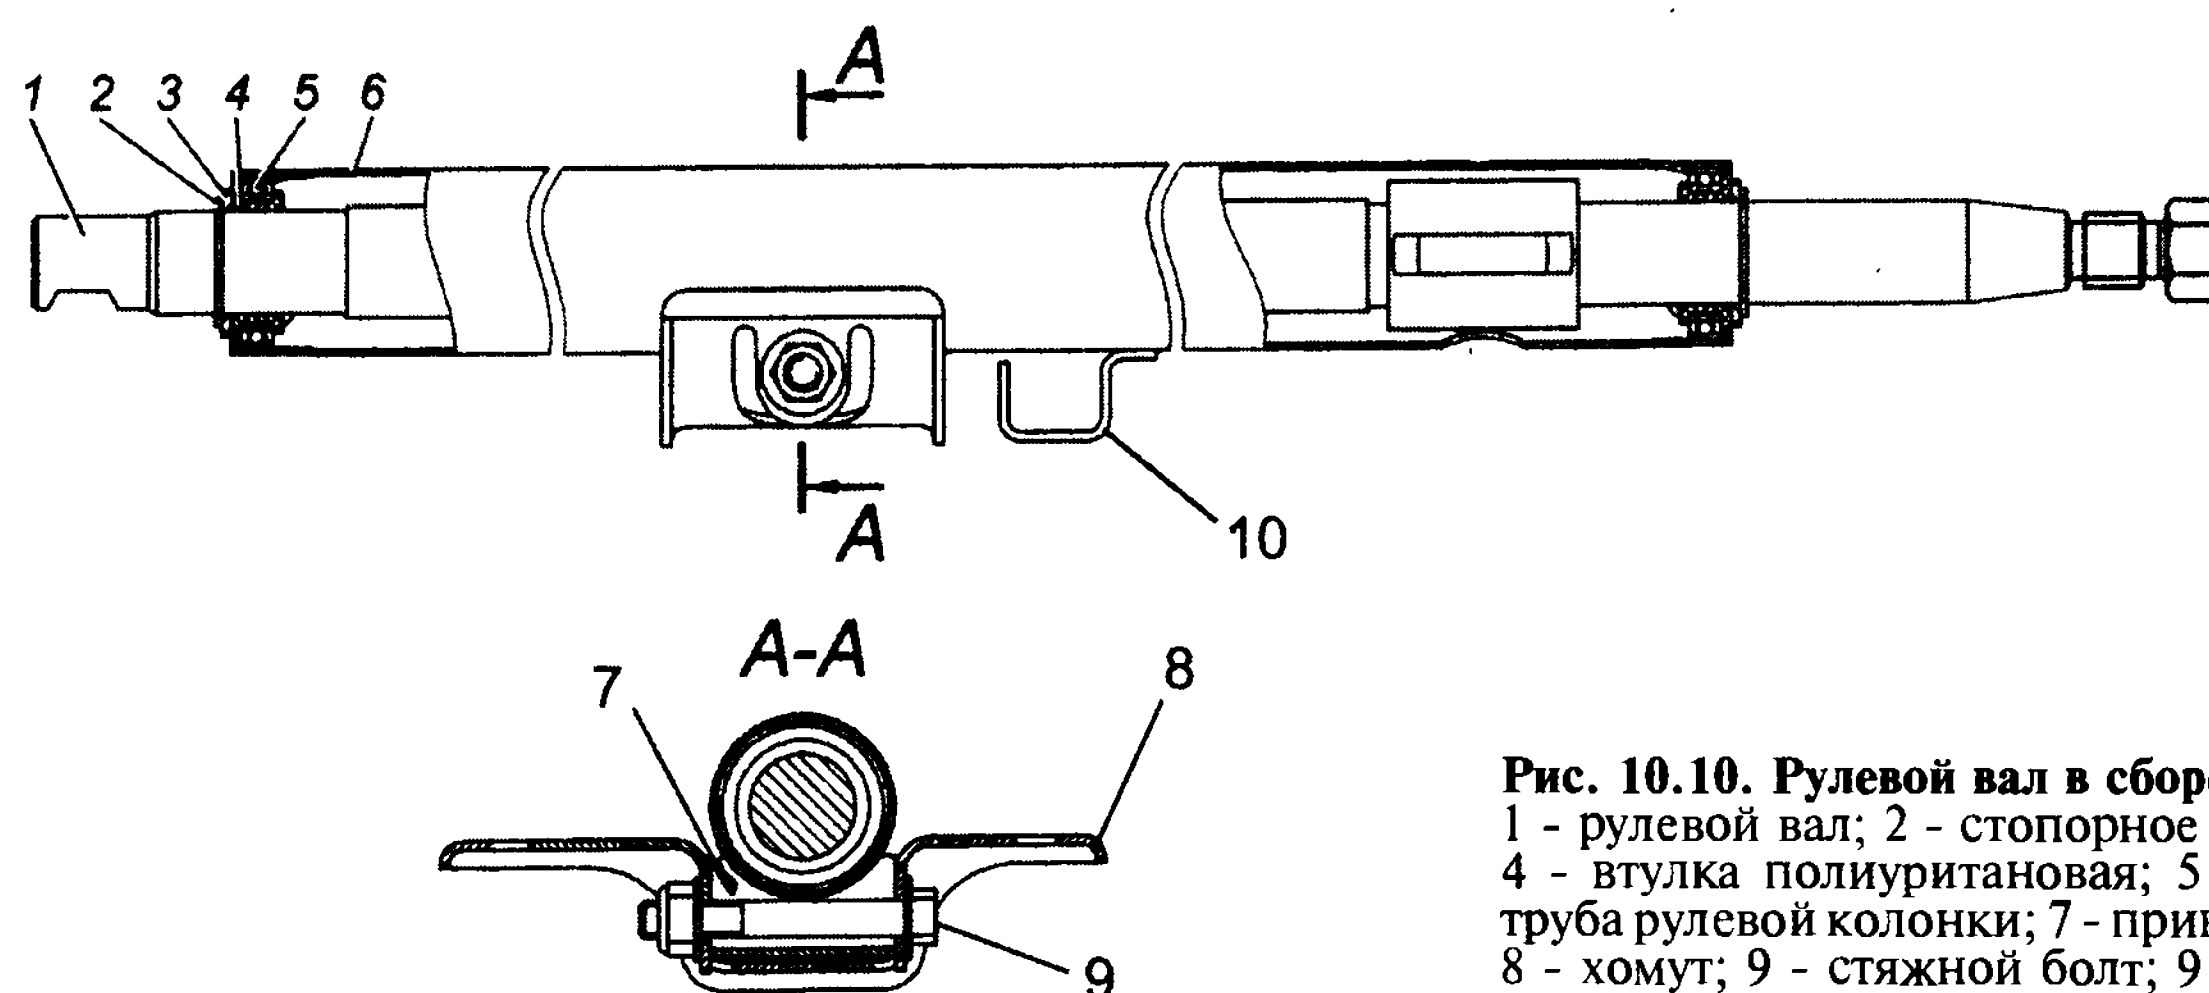

Рис. 10.10. Рулевой вал в сборе с рулевой трубой:
- отвернуть гайку, вынуть стяжной болт и снять хомут (см. рис. 10.10);
- снять с нижнего конца рулевого вала стопорное кольцо 2 (рис. 10.10);